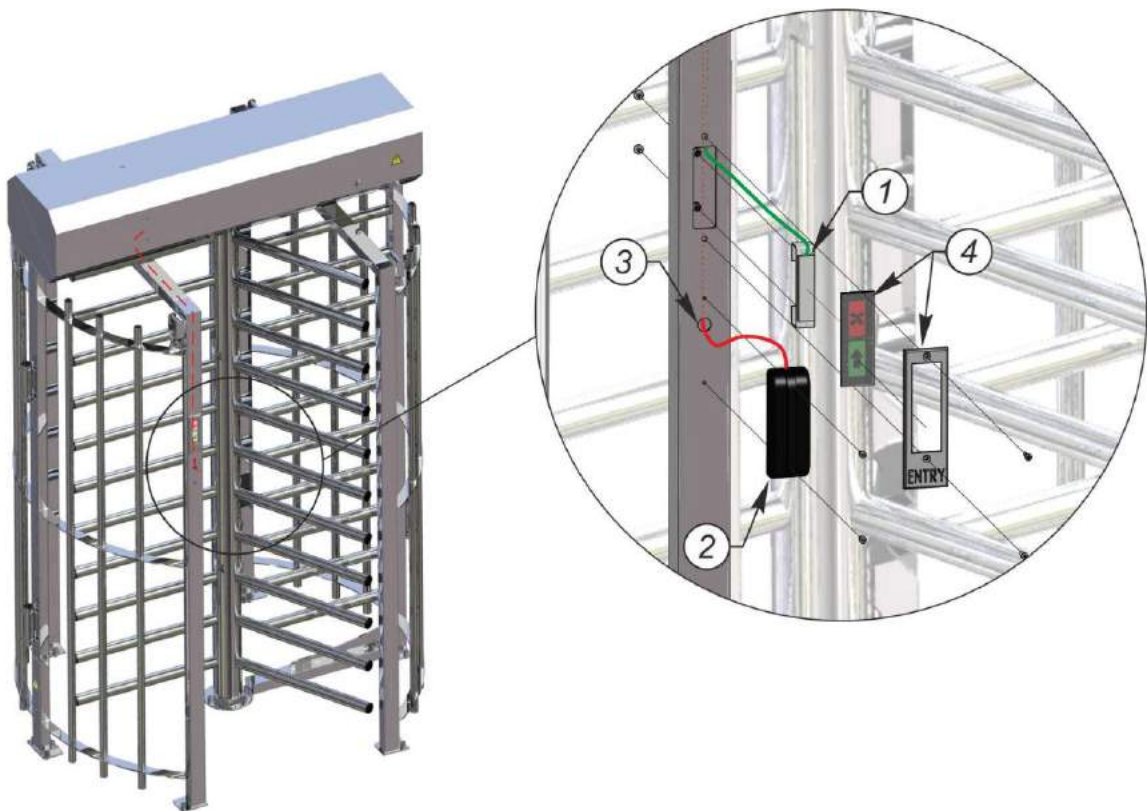

Рис.11 - Установка считывателя бесконтактных карт и табло индикации
- Сделайте отверстия (3) возле табло индикации в торце стенки прохода (см.рисунок 11), по размеру согласно выбранного заказчиком считывателя. Протяните кабель к контейнеру, закрепите считыватель (2) на стойке и подключите
- Установите кронштейн с индикацией (1) в стенку прохода, протяните кабель к контейнеру, установите панель (4) на световое табло индикации и закрепите винтами;